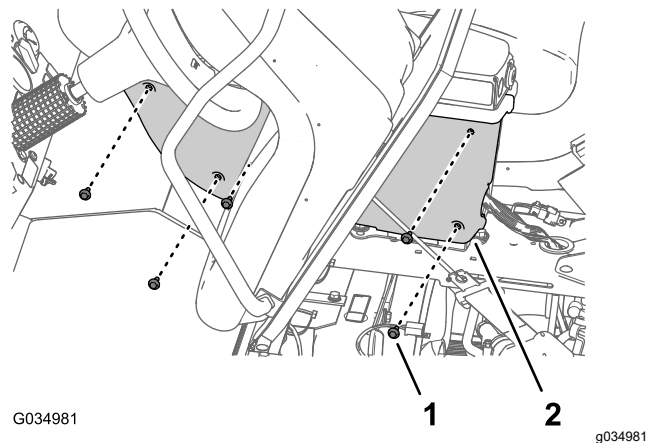

Рисунок 112
2. Выверните 5 болтов с фланцевыми головками ( $\frac{1}{4} \times \frac{3}{4}$  дюйма), которые крепят крышку с левой стороны центральной консоли (Рисунок 112).